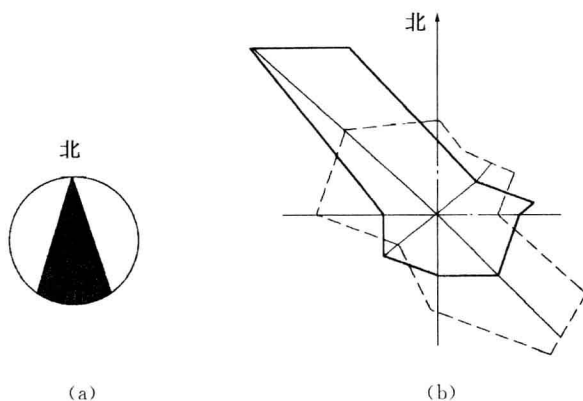

图 1-8 方位与风向玫瑰图
各类工程图样一般均是按上北下南、左西右东来表示方位的，但在很多情况下尚需用方位标记表示图样方位。常用方位标记如图 1-8 (a) 所示，其中箭头方向表示正北方向 (N)。
比例绘制而成的。风向频率标记形似一朵玫瑰花，故又称为风向玫瑰图。图 1-8 (b) 所示为某地的风向频率标记，其箭头表示正北方向，实线表示全年的风向频率，虚线表示夏季（6~8 月）的风向频率。由此可知，该地区常年以西北风为主，而夏季以东南风和西北风为主。